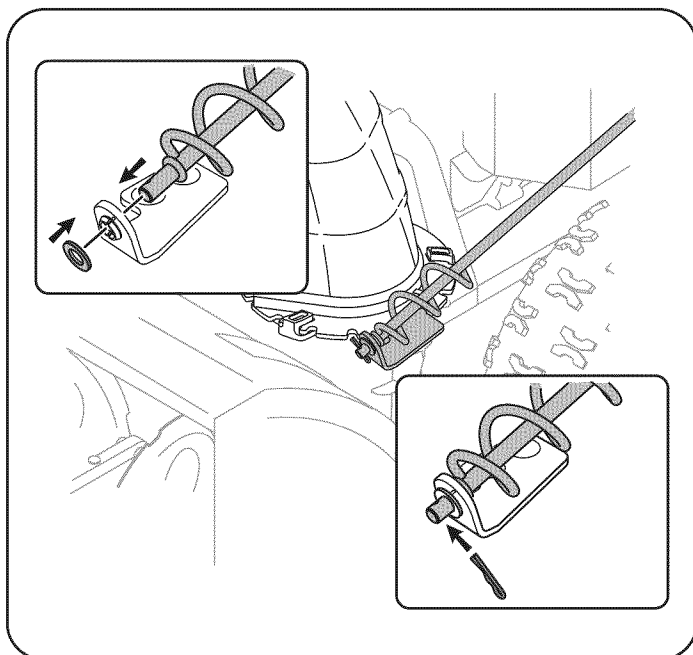

Figura 5
7. Inserte el extremo del control direccional del canal en el soporte inferior y asegúrelo mediante la arandela plana y el broche de horquilla que acaba de retirar. Vea la Figura 5. Si es necesario, puede ajustarse el soporte inferior. Consulte "Ajuste del soporte del canal" en la sección de Servicio y Mantenimiento.